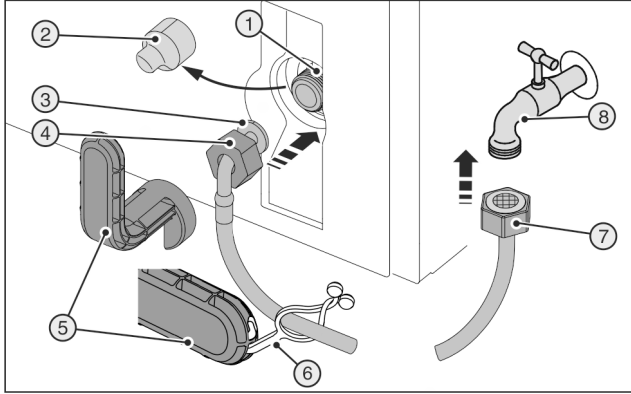
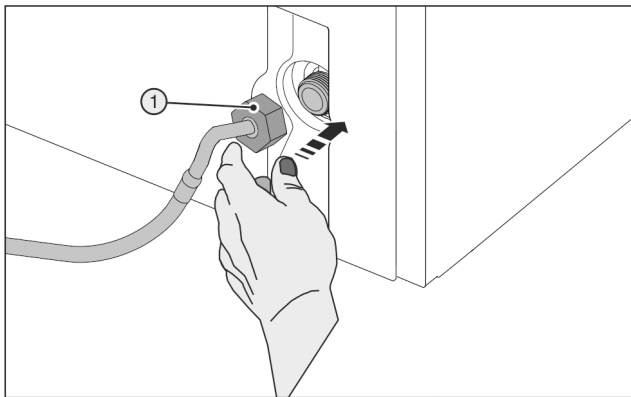

Fig. 45
Fig. 46
破损的辅助工具 Fig. 45 (5)！
- ▶ 只能在室温下使用辅助工具 Fig. 45 (5)。
- ▶ 拆下盖子 Fig. 45 (2)。
- ▶ 略微装配：将直软管端 Fig. 45 (7)向左置于地面。
- ▶ 将螺母 Fig. 45 (4)推至软管弯折端 Fig. 45 (3)上方末端并固定。
- ▶ 小心装上螺母 Fig. 46 (1)并用两根手指将其垂直拧到螺纹上，直至达到紧固位置。
- ▶ 使用辅助工具 Fig. 45 (5)顺时针拧紧螺母 Fig. 46 (1)，直至达到最大扭矩并且辅助工具 Fig. 45 (5)旋紧。
- ▶ 将螺母 Fig. 45 (7)拧到截流阀 Fig. 45 (8)上。
- ▶ 使用辅助工具 Fig. 45 (5)顺时针拧紧螺母 Fig. 45 (7)，直至达到最大扭矩并且辅助工具 Fig. 45 (5)旋紧。
- ▶ 打开供水截流阀 Fig. 45 (8)并检查整个水系统的密封性。
- ▶ 将连接板 Fig. 45 (6)卡入辅助工具 Fig. 45 (5)内并固定在不锈钢软管上，以便于保存。